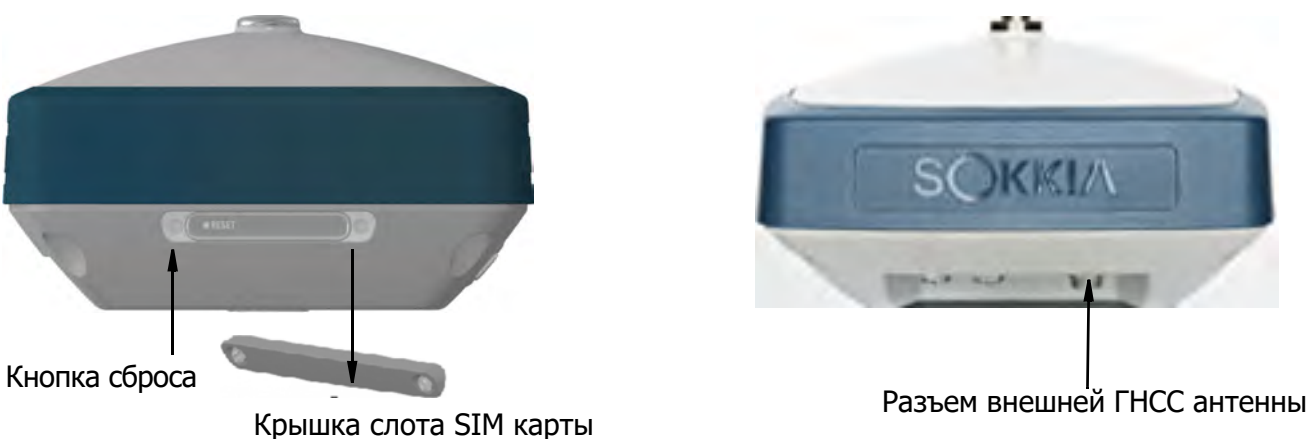

Рисунок 2-1: GRX3 без модемов УВЧ, FH915 или сотового модуля
1. ГНСС приемник GRX3 **без** модемов (УВЧ/FH915) или сотового модуля (P/N 1028556-02). В нижней части приемника находится **разъем внешней ГНСС антенны**. **Кнопка сброса (Reset)** расположена под **крышкой слота SIM карты** в нижней части приемника (Рисунок 2-1).